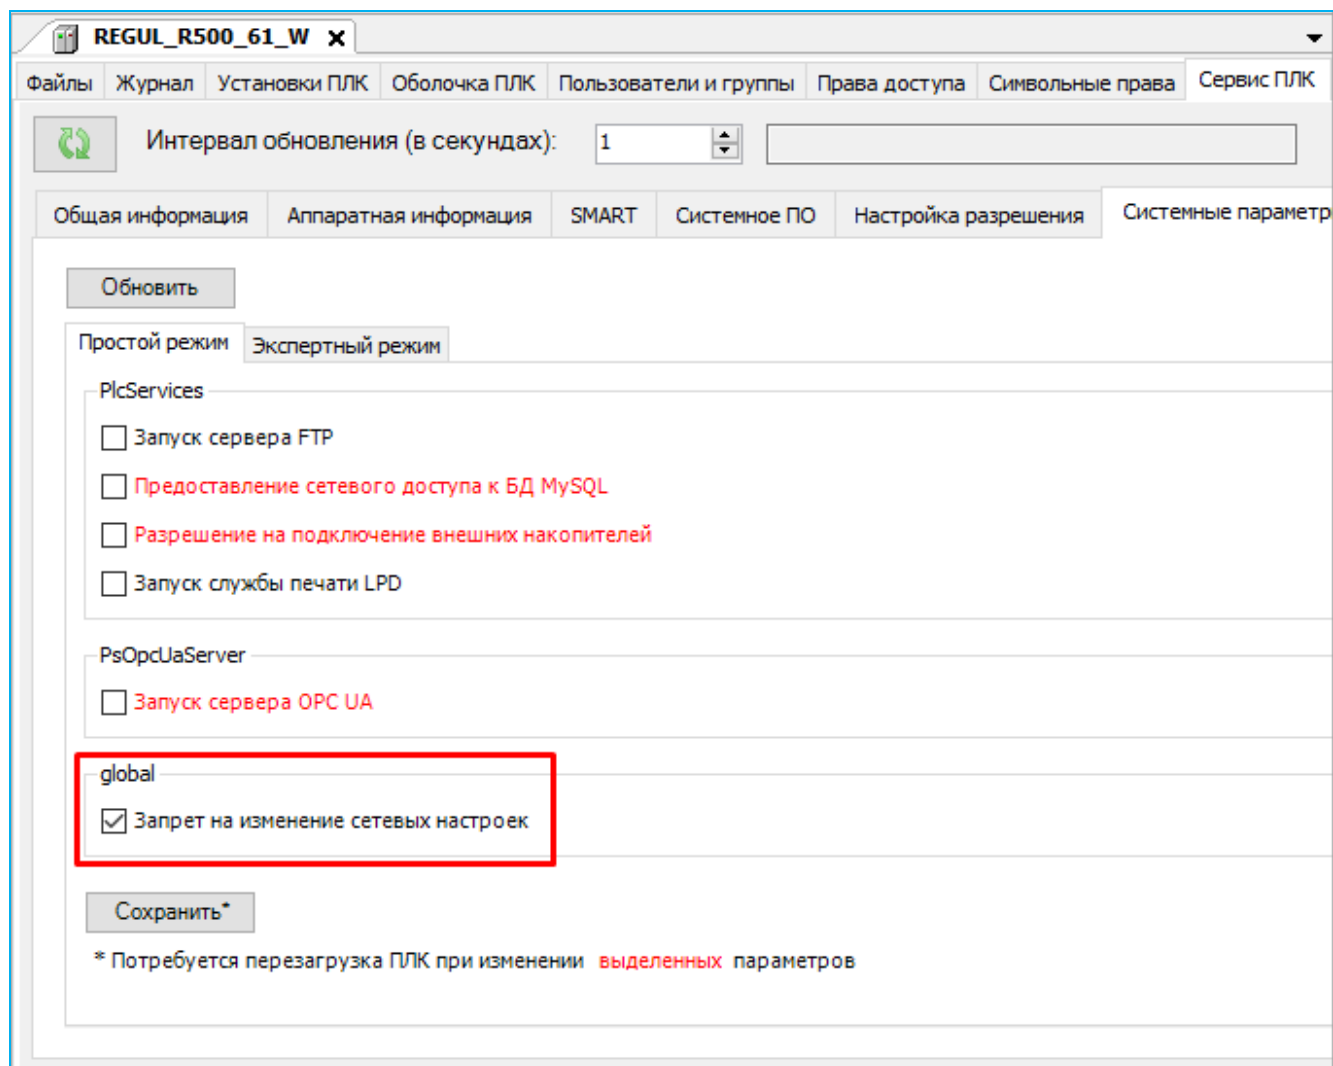

Рисунок 118 – Снятие запрета на изменение сетевых настроек, вкладка простого режима
- на вкладке **Простой режим** в поле *global* с названием строки *Запрет на изменение сетевых настроек* снимите флажок и нажмите кнопку **Сохранить** (Рисунок 118);